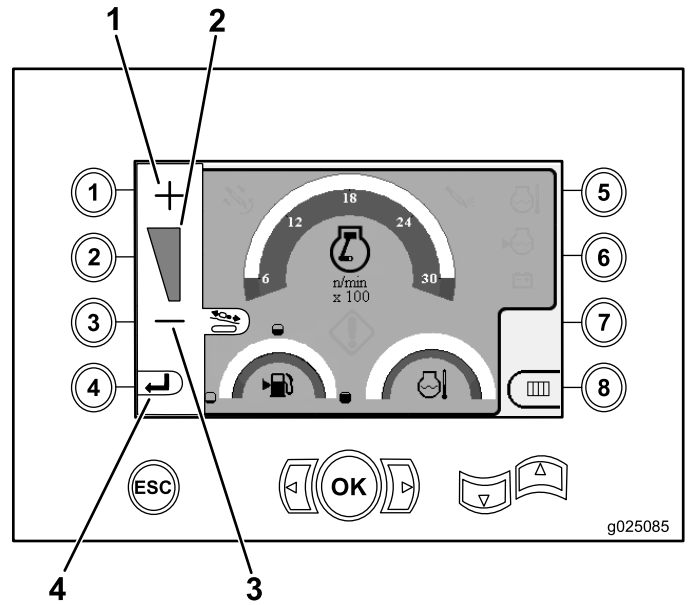

Figura 19
1. Pressione o botão nº 1 para aumentar o torque, ou no botão nº 3 para reduzir o torque da máquina (Figura 19).
2. Após ajustar o torque, pressione o botão nº 4 (Figura 19) para retornar à Tela principal de operação (página 28).